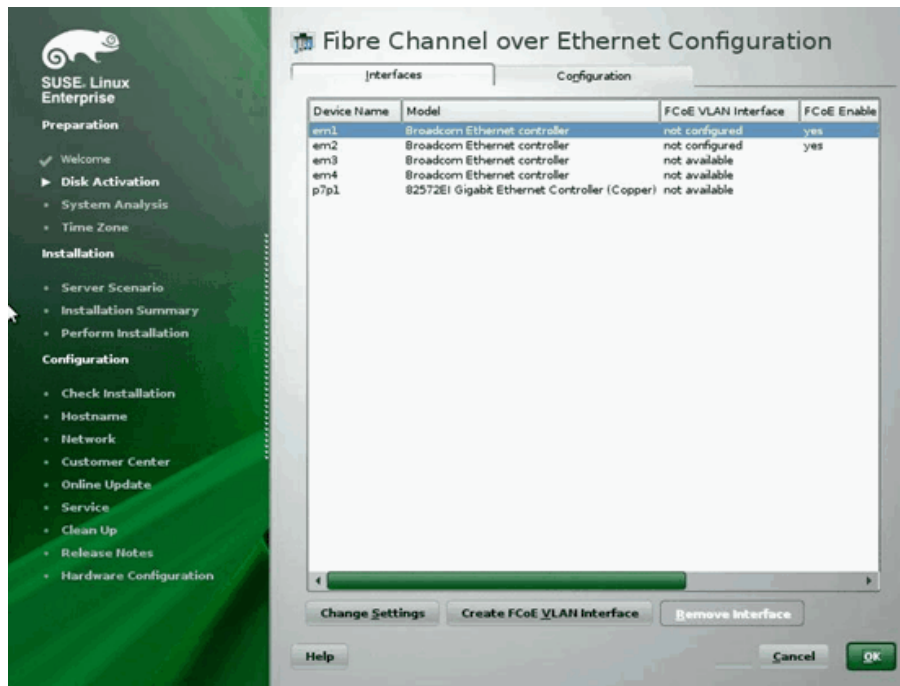

Figura 14-18. Ativação do FCoE
5. Confirme que **FCoE Enable** (FCoE ativado) esteja definido como **yes** (sim) nas portas do Iniciador QLogic de 10GbE que deseja usar como caminhos de inicialização SAN (Figura 14-18).